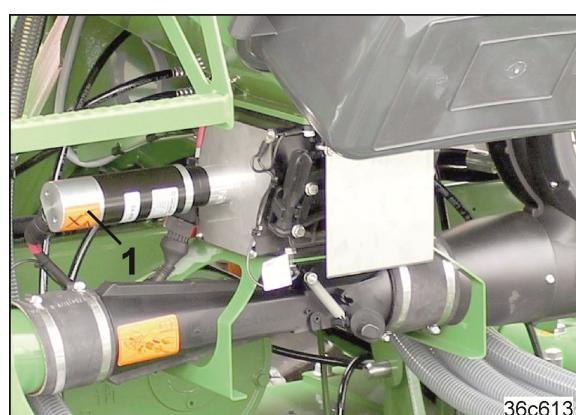

Рис. 8
- электродвигатель с редуктором EA419 (Рис. 8/1).